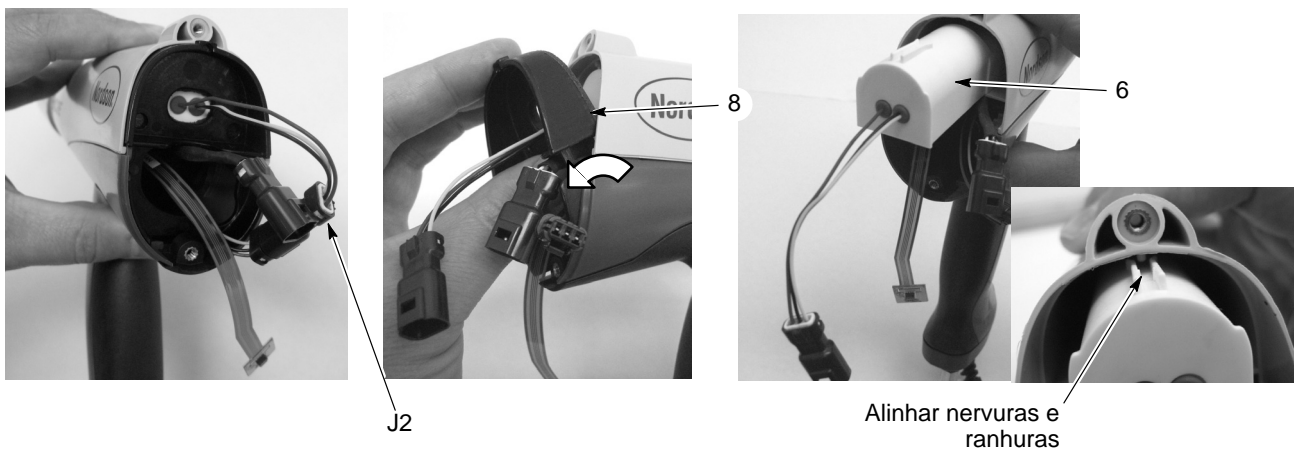

Figura 5-2 Substituição da alimentação eléctrica
2. Consulte a figura 5-2. Introduza uma chave de parafusos pequena na cavidade das fichas J2 do cabo da pistola/alimentação eléctrica para soltar o engate e desligar as fichas.
3. Puxe pela parte superior da antepara (8) e retire-a da pistola.
4. Deslize a alimentação eléctrica (6) para fora do corpo da pistola e puxe os fios da alimentação eléctrica e a ficha para fora da antepara.
- Consulte a figura 5-2. Se retirou a alimentação eléctrica, enfie-a na cavidade superior do corpo da pistola, guiando as nervuras-guia dentro do corpo da pistola entre as ranhuras correspondentes da alimentação eléctrica.